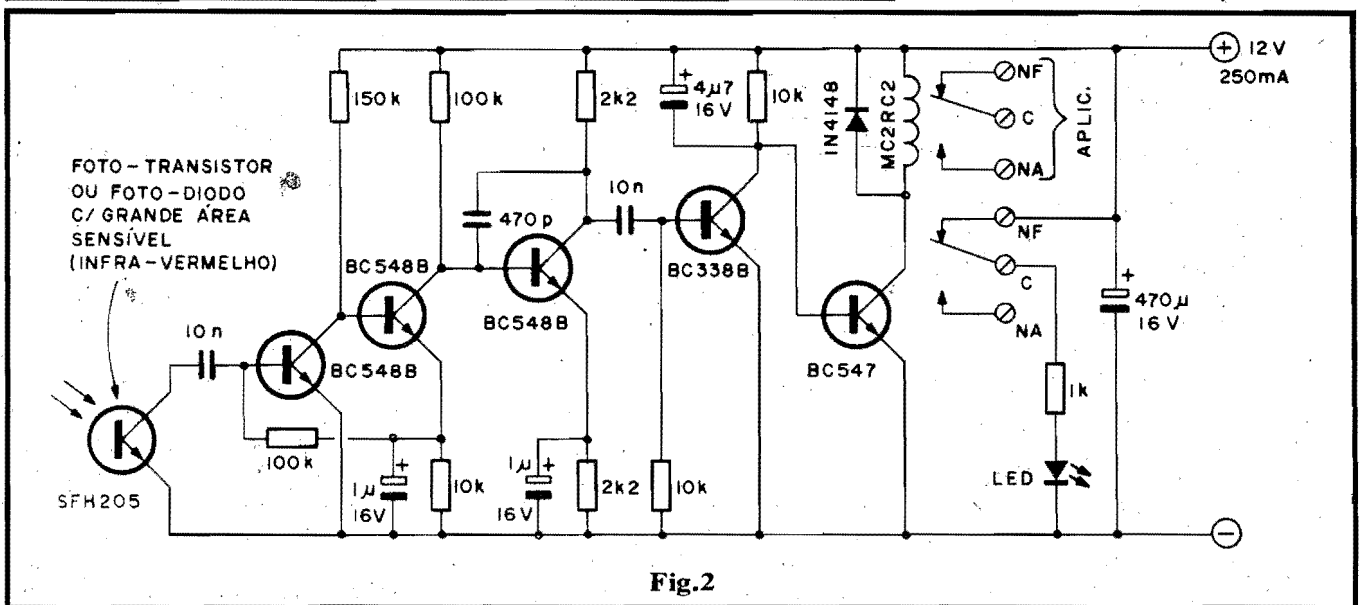

Fig.2
- FIG. 2 - O CIRCUITO DO MÓDULO RECEPTOR (BIVEP-R) - Da mesma forma que o módulo emissor, também o BIVEP-R é totalmente transistorizado, fugindo do custo de Integrados, essas coisas... Tudo "começa" num simples foto-diodo ou foto-transistor, com boa sensibilidade ao espectro de infra-vermelhos, e grande área sensora, tipo SHF205 ou equivalente... Este trabalha sem polarização CC, de modo a nunca "saturar", mesmo sob forte luminosidade (visível) ambiente... Os sinais pulsados de infra-vermelho que o dito recebe, enviados "lá de longe", pelo BIVEP-E, são por ele transformados em tênues pulsos elétricos, acoplados pelo capacitor de 10n (que ajuda o bloqueio de CC, também no sentido de viabilizar o funcionamento do sistema mesmo sob luz ambiente...) a um poderoso (em termos de ganho e "seletividade"...) amplificador de 4 estágios, sendo os dois primeiros centrados em transistores BC548B, e os dois últimos num transistor também BC548B e num BC338B... Todas as polarizações, acoplamentos e desacoplamentos nesses estágios; foram dimensionados para promover o melhor desempenho possível dentro das características dos sinais a serem amplificados, de modo que, no coletor do BC338B possamos obter um nível elevado e estável de sinal, desenvolvendo-se sobre o resistor de "carga", no valor de 10K. Graças ao capacitor eletrolítico "paralelo" com o resistor de carga do citado BC338B (4u7) o nível pulsado do sinal é transformado num estável nível CC... Como, na presença do feixe pulsado de infra-vermelho (recebido pelo SHF205 e amplificado enormemente pelos estágios seguintes...) o dito transistor BC338B torna-se completamente "ligado", saturado, seu coletor mostrará uma Tensão bem próxima de "zero" (quase equivalente ao Potencial da linha negativa da alimentação...), situação em que o último transistor